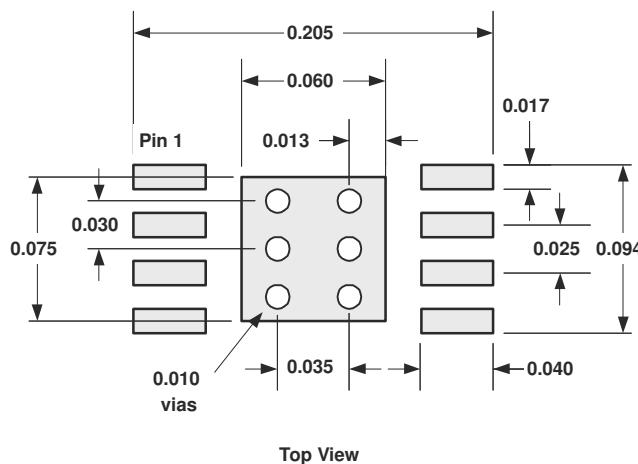
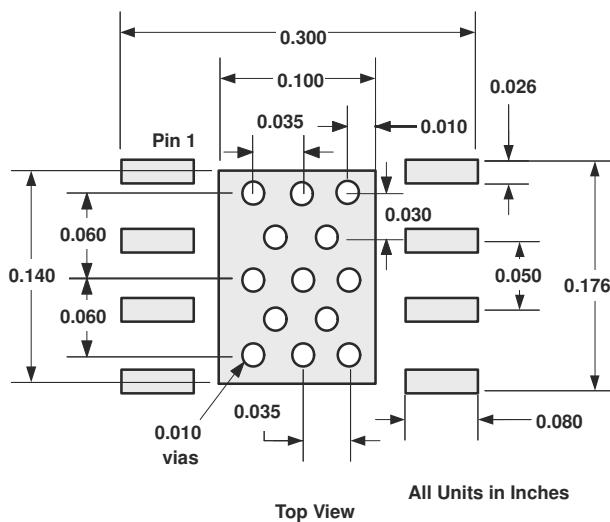

図 8-14. DGN PowerPAD™ IC パッケージ PCB エッチングおよびピアパターン
図 8-15. DDA PowerPAD™ IC パッケージ PCB エッチングおよびピアパターン
- 図 8-14 と 図 8-15 に、PCB 上面のエッティング パターンが示されています。リードとサーマル パッドそれぞれにエッティングが必要となります。